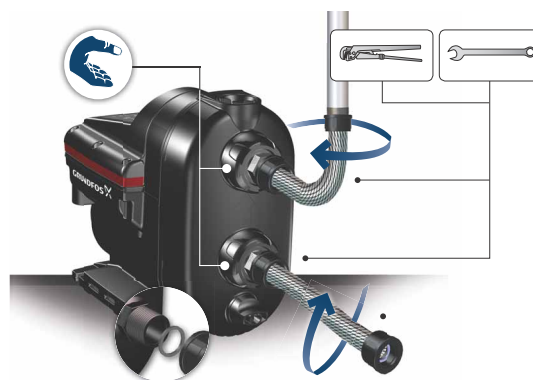

Fig. 3 Cómo instalar las conexiones
2. Instale entonces las conexiones de entrada y salida sujetándolas con una mano y apretando las tuercas de unión con la otra. Consulte la fig. 3.